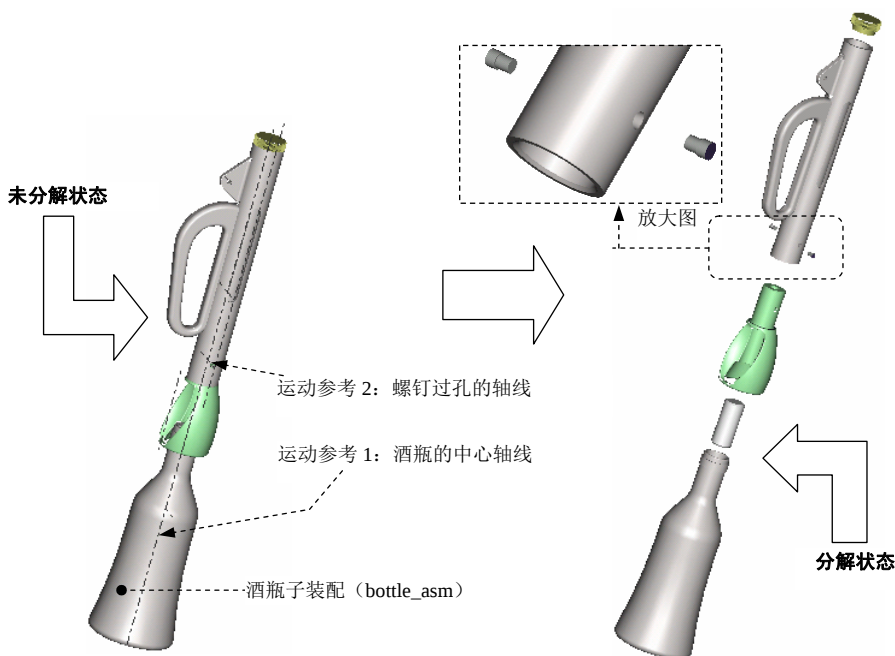
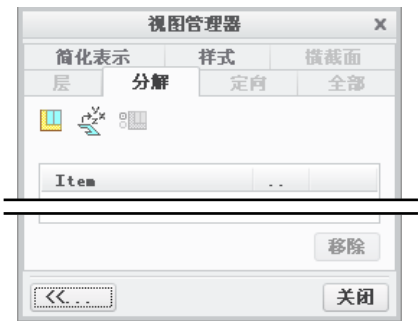
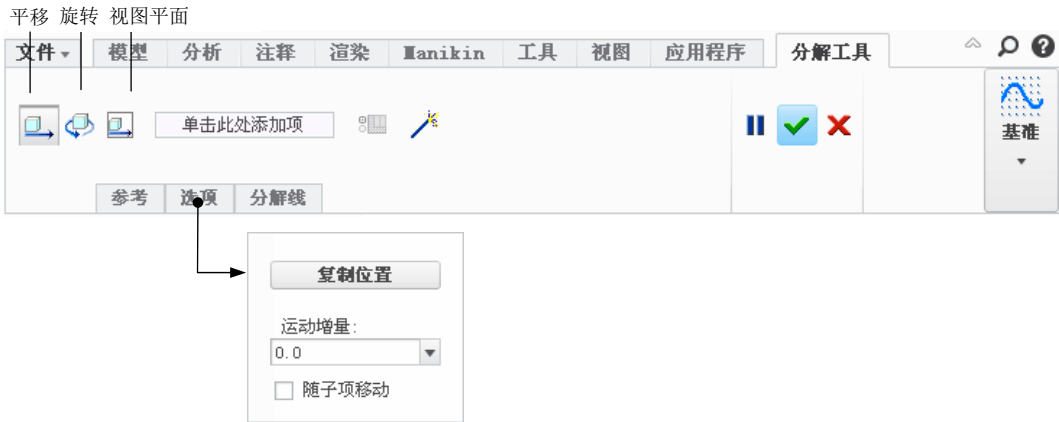

图 9.5.1 装配体的分解图
图 9.5.2 “视图管理器”对话框
图 9.5.3 “分解工具”操控板
装配体的分解（Explode）状态也叫爆炸状态，就是将装配体中的各零部件沿着直线或坐标轴移动或旋转，使各个零件从装配体中分解出来，如图 9.5.1 所示。分解状态对于表达各元件的相对位置十分有帮助，因而常常用于表达装配体的装配过程以及装配体的构成。
Step3. 单击“视图管理器”对话框中的 **属性>>** 按钮，在图 9.5.2 所示的“视图管理器”对话框中单击  按钮，系统弹出图 9.5.3 所示的“分解工具”操控板。
(1) 在“分解工具”操控板中单击“平移”按钮.
(2) 在图 9.5.3 所示的“分解工具”操控板中激活“单击此处添加项”，再选取图 9.5.1 中的酒瓶的中心轴线作为运动参考，即各零件将沿该中心线平移。
(3) 单击操控板中的 **选项** 按钮，然后选择 ☒ **随子项移动** 复选框。
(4) 选取酒瓶子装配 (bottle_asm)，此时系统会在酒瓶子上显示一个参考坐标系，拖动坐标系的轴，移动鼠标，向下移动该元件。
(5) 选取瓶口座零件 (socket)，向下移动该零件，此时酒瓶子装配件也跟着移动。
(1) 在“分解工具”操控板中单击“平移”按钮（由于前面运动也是平移运动，可省略本步操作），将原有的中心轴线移除（在操控板中右击 **1个项**，然后选择 **移除** 命令即可）。
(2) 选择图 9.5.1 中的螺钉过孔的轴线作为运动参考，即两个固定螺钉将沿该轴线平移。
- (3) 单击操控板中的  按钮，取消选中  复选框。
- (4) 分别移动两个紧固螺钉。
- (5) 完成以上分解移动后，单击“分解工具”操控板中的  按钮。